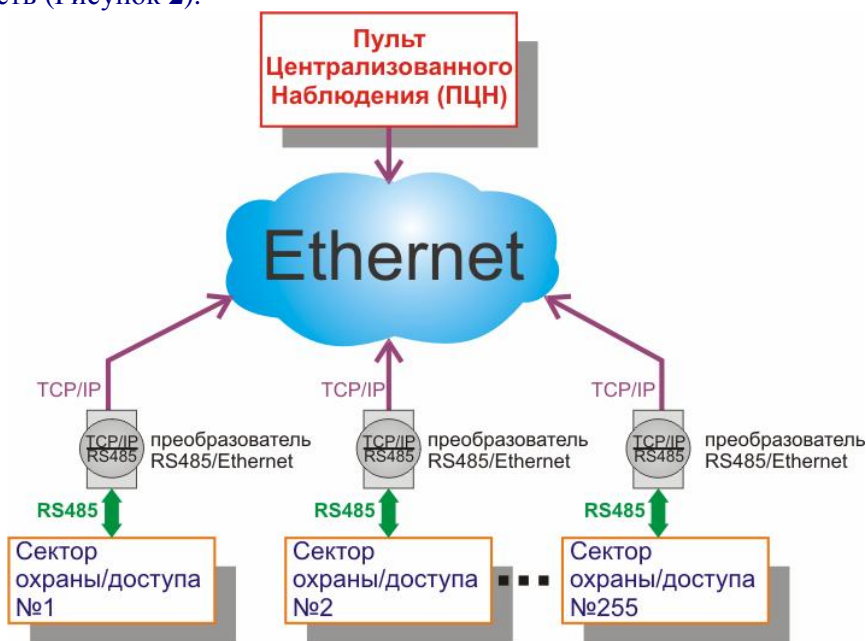

Рисунок 3. Структура СИСТЕМЫ с использованием сети Ethernet.
- при использовании протокола TCP/IP (Рисунок 3) – **255**.